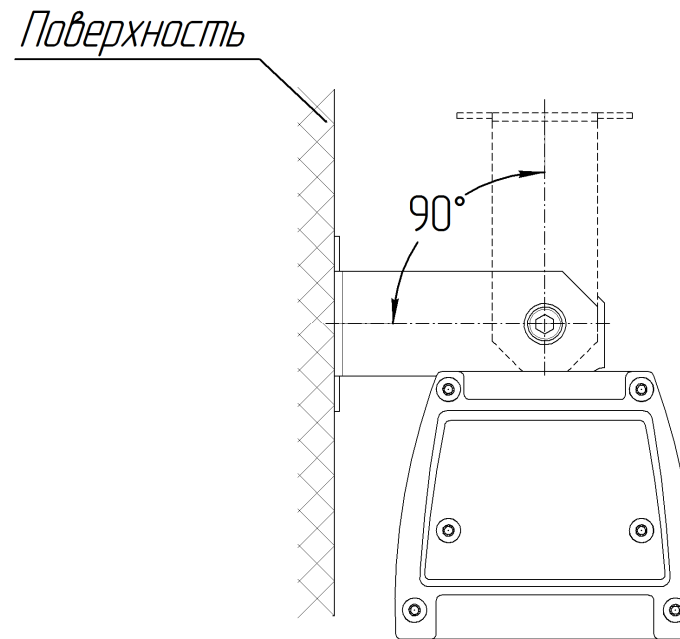

Рис. 2
3) Отвернуть поворотную скобу в сторону поверхности установки до упора (Рис. 2). Максимальный угол поворота скобы на светильнике 90°.